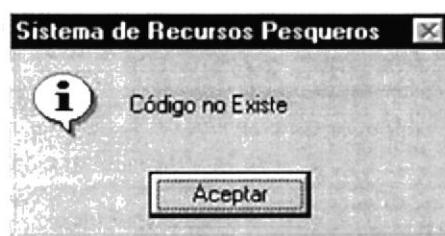

Figura 10.31 Mensaje de Código no existe
2. Si no sabe el código de la empresa de click en el botón de búsqueda que se explica en el capítulo 12, seleccione la empresa que automáticamente se llenará el nombre de la empresa con su respectivo propietario. También puede ingresar el código y dar Enter, si el código de la empresa ingresado no existe, aparecerá el siguiente mensaje (ver figura 10.31).